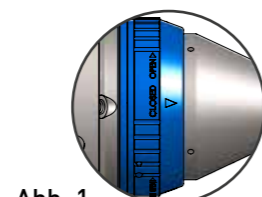

Abb. 1
1. Drehen Sie den blauen Ring auf OPEN (Abb. 1).